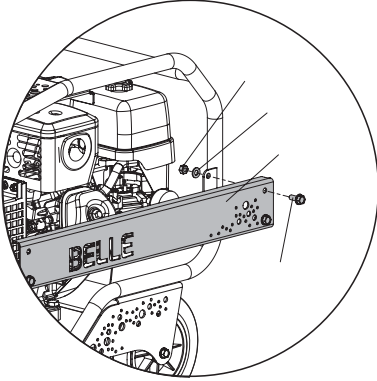

Imagen 1
1. Retire el protector lateral del lado izquierdo, así como las arandelas, tuercas y los 4 pernos M8 (*consulte la imagen 1*)